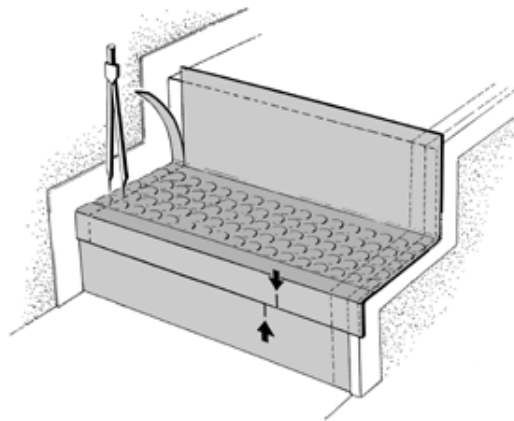

Figure 3
- d. Märgi eelnevalt fikseeritud sirkli vahe järgi seina poolne lõikejoon (figure 3).